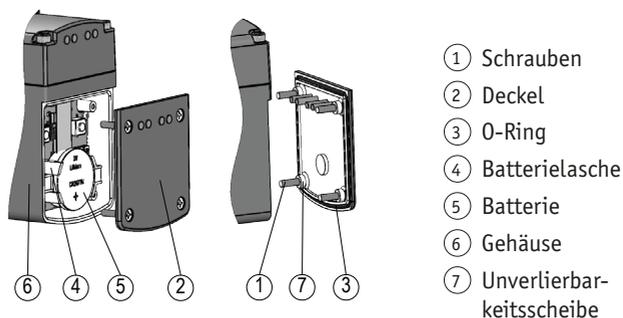

Abb. 14: Batteriewechsel
Der Stellantrieb verfügt über mehrere LEDs, die den Status des Antriebes und des Ethernet-Moduls anzeigen. Die Bedienelemente befinden sich unterhalb des Deckels (**Abb. 13, Abb. 14**).
- ▶ Schrauben ① gleichmäßig anziehen bis der Deckel ② vollständig auf Anschlag mit dem Gehäuse ⑥ ist (**Abb. 14**).
- ▶ Auf korrekten Sitz der O-Ringes ③ achten.
Demontage (**Abb. 14**):
Montage (**Abb. 14**):